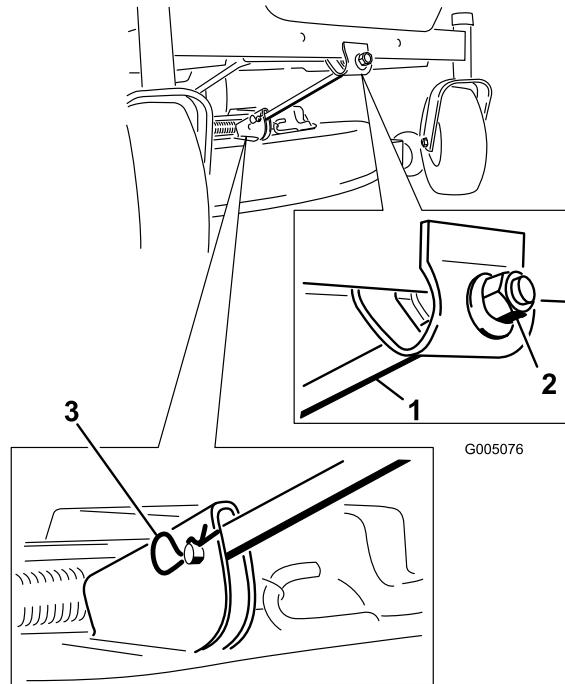

Figure 52
6. Fixez la tige de support avant au tablier de coupe à l'aide de l'axe de chape et de la goupille fendue (Figure 52).